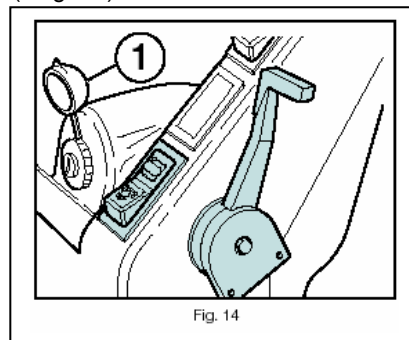

Fig. 14
**ADVARSEL:** Betjeningspanelet må ikke efterlades uden at være tildækket. I modsat fald kan der trænge fugtighed eller vand ind, så der kan opstå korrosion i de indre komponenter og kortslutninger i det elektriske system (1 fig. 14).